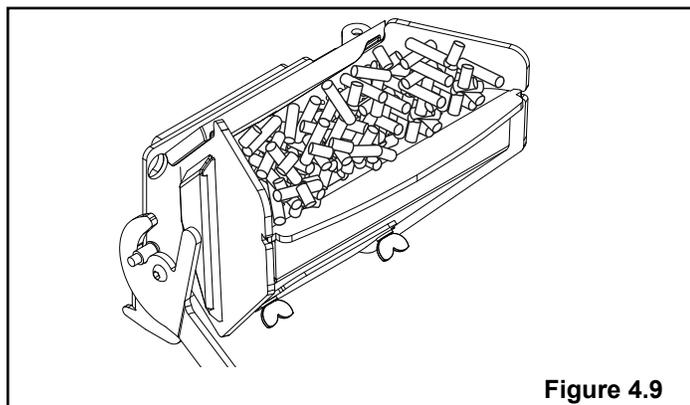

Figure 4.9
3. **Remplissez le pot de combustion de granulés** comme illustré à la Figure 4.9. **Ne le remplissez que jusqu'au bord avant. (NE PAS REMPLIR EXCESSIVEMENT)**